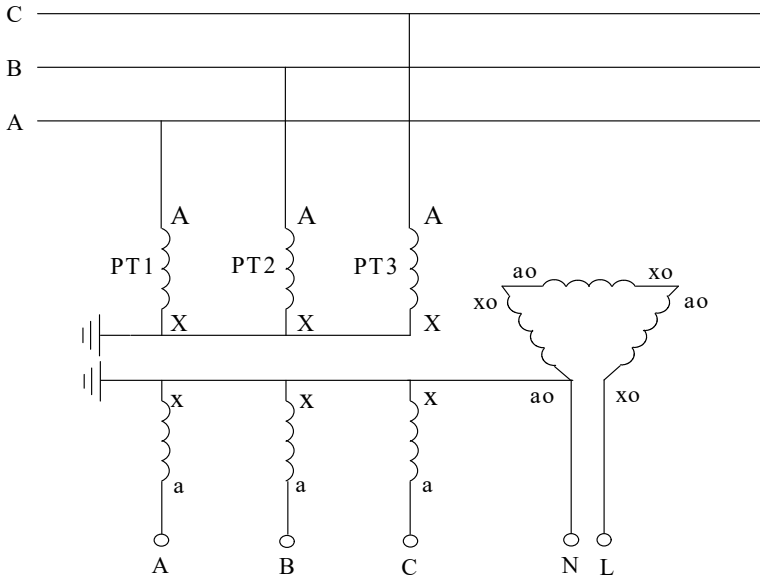
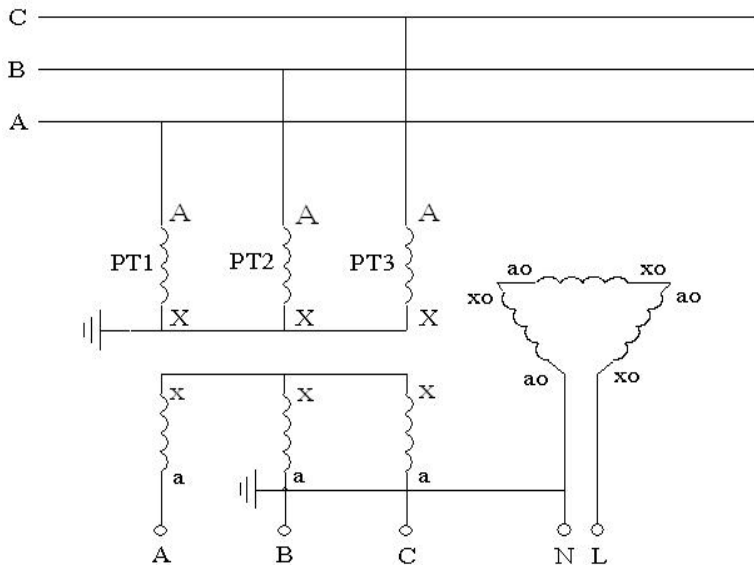

图5 3PT 连接方式，N接地
图6 3PT 连接方式，B相接地
这种连接方式分“N接地”、“B相接地”两种，分别如图5和图6所示。
- (4) 如果 PT 二次侧并列运行（很少见），则将其改为单独运行。
- (5) 确保将测试仪的电流输出端正确接到图 6 的开口三角 N-L 上。一般在二次的端子编号为 N600 和 L630。为了确保连接正确，可以按下列方法进行检查：用万用表分别测量 PT 二次侧三相电压和开口三角电压；将三相电压中的最大值减去最小值得到的差和开口三角电压比较，如果两者差不多，就说明找到的开口三角端是正确的；如果两者差别很大，则说明没有正确找到开口三角端。例如，测量得到三相电压分别为 61V、60V、59.5V，则正确的开口三角电压应为 1.5V 左右，如果测量得到的开口三角电压仅为 0.2V，说明所找的开口三角端不正确或 PT 开口三角连线已经断开（在现场实测中发现有多个变电站的 PT 开口三角连线断开情况）。
- (6) 选择正确的 PT 变比，也就是选择正确的 PT 接线方式。电容电流测试仪是通过选择 PT 连接方式和设定系统额定高压来确定 PT 变比的，这样对于试验人员会更方便、快捷。PT 一般是采用 100/3V 的二次绕组连接成开口三角，但也有特殊的情况，有些变电站的 PT 采用 100V 二次绕组组成开口三角。为了确保选择变比的正确，可以通过测量组成开口三角的各绕组的电压来确定。
- (7) 完成以上操作后，就可以使用电容电流测试仪进行电容电流的准确测量。